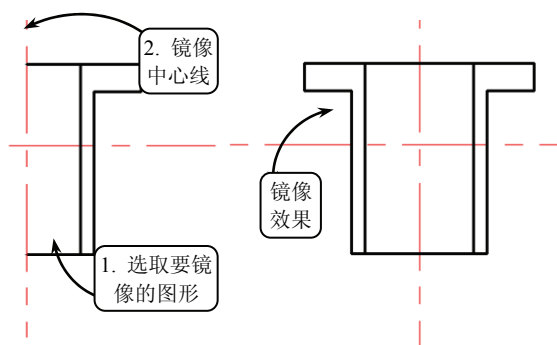

图 3-30 镜像图形
⑤ 单击【镜像】按钮, 选取如图 3-30 所示图形为要镜像的对象, 并指定竖直中心线的两个端点确定镜像中心线。然后输入字母 N, 不删除源对象进行镜像操作。